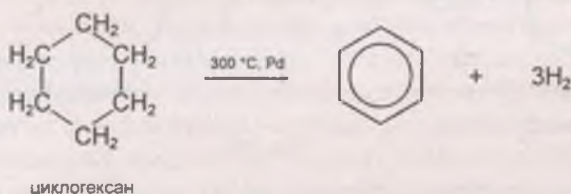

Рис. 111
- 3) каталитическое дегидрирование циклогексана и его производных — данная реакция называется реакцией Зелинского. В качестве катализатора используются палладиевая чернь или платина при $300\text{ }^\circ\text{C}$ (рис. 111);